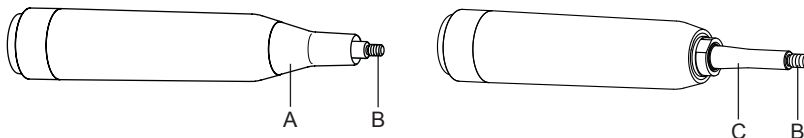

Fig. 10
Limpie cuidadosamente la pieza de mano, prestando especial atención al perno roscado en el que se atornillan los insertos (Fig.10 - Ref.B) y a la cavidad anular adyacente.
- 2 Atornille el cono delantero de metal (Fig.10 - Ref.A);
- Roscado de la pieza de mano (Fig.10 - Ref.B);
- Vástago de titanio (Fig.10 - Ref.C);
- Cono delantero (Fig.10 - Ref.A) en sus partes internas y externas.
- 6 Seque y vuelva a montar el cono delantero en la pieza de mano (Fig.10 - Ref.A);